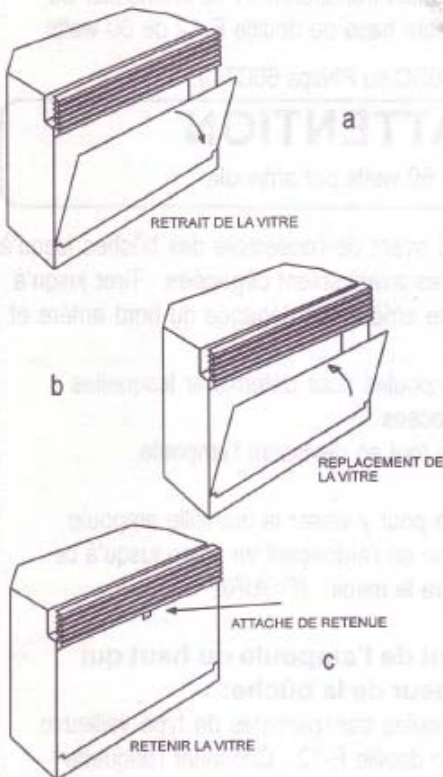

FIGURE 10 (a,b,c)
2. Retenir la vitre en place tout en enlevant les pinces de retenue, tel qu'illustré à la FIGURE 10 (a, b, c).
2. Fixer les attaches pour retenir la vitre en place. (FIGURE 10)